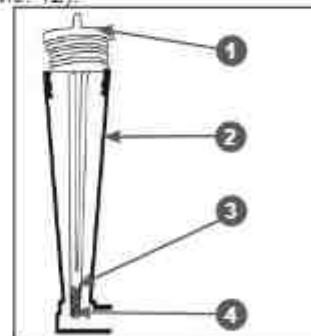

Рис. 12 Уровень масла в картере двигателя
- Подождите примерно 1 минуту, после чего установите крышку-щуп в отверстие горловины, не закручивая её (Рис. 12).
- Аккуратно вытащите щуп и осмотрите его. Уровень масла должен соответствовать верхней отметке 3 на щупе (Рис. 12).
4. Аккуратно извлеките щуп и осмотрите его. Уровень масла должен соответствовать верхней отметке 3 на щупе (Рис. 12). При недостаточном уровне масла в картере необходимо долить чистое масло до верхней отметки 3 на щупе (Рис. 12).